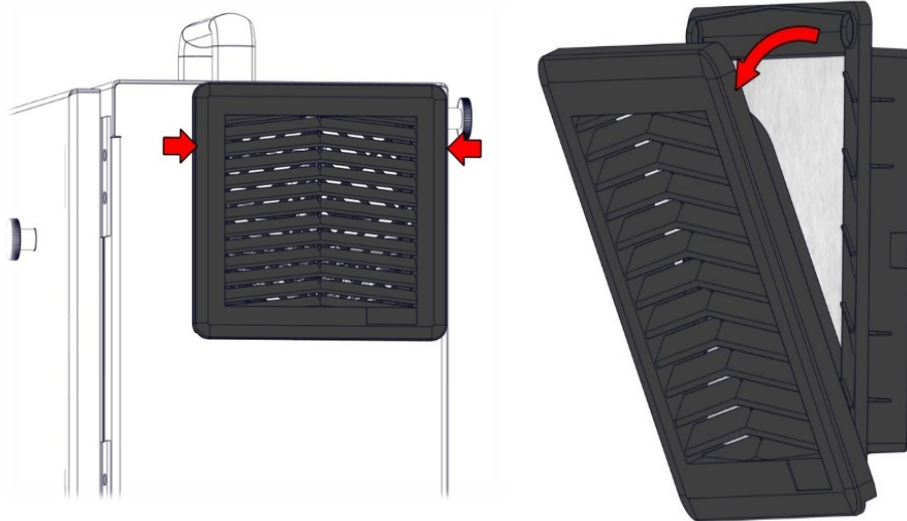

Figure 3.7. Remplacer les filtres du boîtier de commande.
1. Gently remove the outer plastic frame by pulling where the red arrows are, as shown in the images below in figure 3.7. Le cadre s'incline vers l'extérieur.